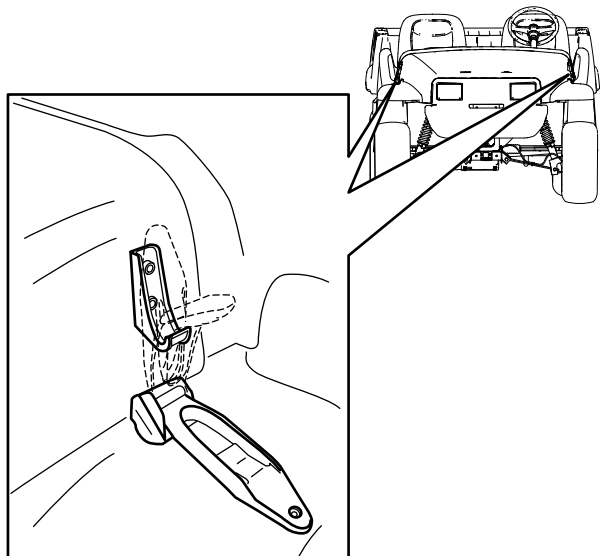

Bild 22
1. Heben Sie den Hebel der Gummriegel an jeder Seite der Motorhaube an (Bild 22).
2. Fluchten Sie die Gummriegel auf den Riegelankern an jeder Seite der Motorhaube aus, um die Motorhaube zu befestigen (Bild 22).